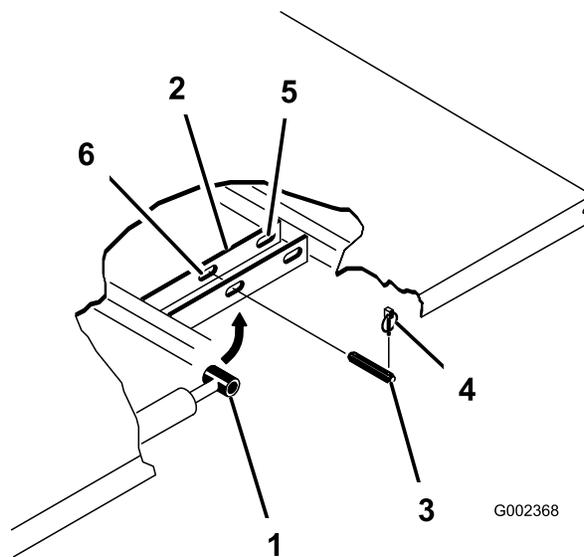

Рисунок 34
2. Удалите шплинты из наружных концов штифтов с отверстием под шплинт на штоках гидроцилиндров (Рисунок 34).